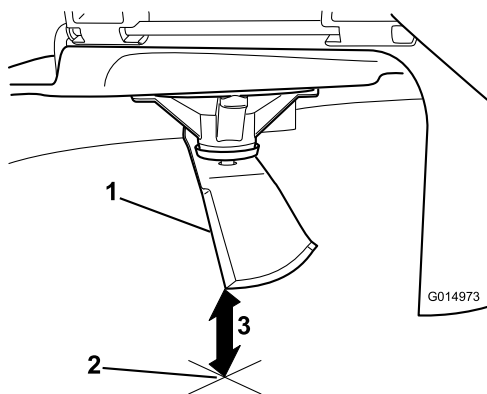

Figura 114
5. Mida desde la punta de la cuchilla hasta la superficie plana (Figura 114).